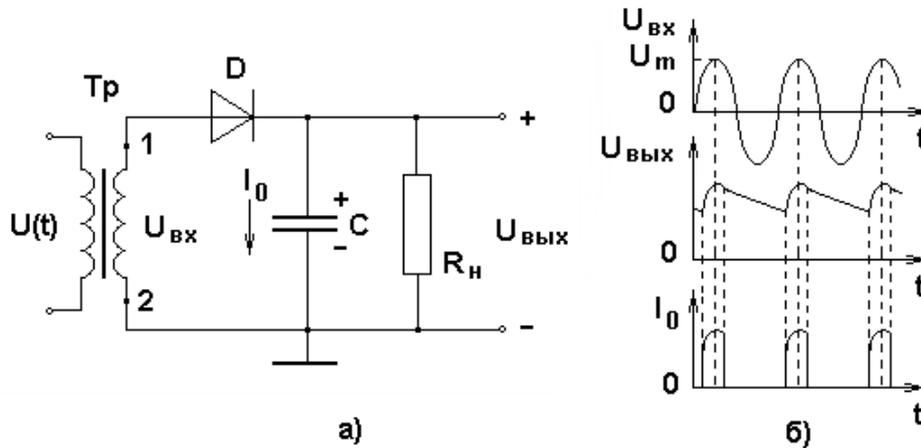
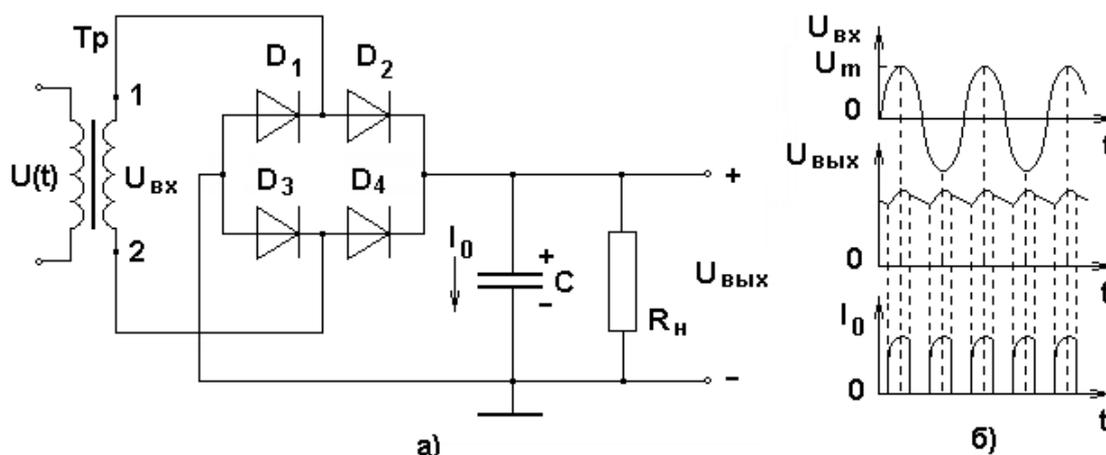
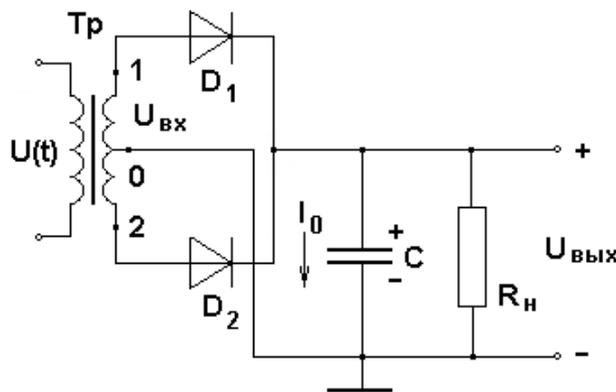

Рисунок 10.1 – Схема (а) и временные диаграммы работы (б) однофазного однополупериодного выпрямителя напряжения
Рисунок 10.3 – Схема (а) и временные диаграммы работы (б) однофазного двухполупериодного выпрямителя напряжения на основе диодного моста
Рисунок 10.4 – Схема однофазного двухполупериодного выпрямителя напряжения на основе трансформатора со средней точкой
Схема и временные диаграммы работы однополупериодного выпрямителя приведены на рис. 10.1, где Тр – трансформатор, D – полупроводниковый диод, С – фильтрующий конденсатор,  $R_H$  – сопротивление нагрузки (потребитель электрической энергии),  $U(t)$  – синусоидальное напряжение на первичной обмотке трансформатора (напряжение питающей сети),  $U_{ВХ}$  – синусоидальное напряжение на вторичной обмотке трансформатора (входное напряжение выпрямителя),  $U_{ВЫХ}$  – близкое к постоянному выходное напряжение,  $I_0$  – ток заряда конденсатора.
Пульсации тем меньше, чем больше емкость конденсатора и сопротивление нагрузки выпрямителя. Так, если в схеме на рис. 10.1, а сопротивление нагрузки или емкость конденсатора бесконечно велики, то выходное напряжение неизменно во времени ( $K_{\text{П}} = 0$ ) и равно амплитудному значению входного напряжения ( $U_{\text{ВХ}} = U_m$ ). Если в схеме на рис. 10.1, а
Схема двухполупериодного выпрямителя на основе диодного моста приведена на рис. 10.3, а. Временные диаграммы, поясняющие работу этого выпрямителя, показаны на рис. 10.3, б. Здесь диоды  $D_1 - D_4$  соединены по так называемой мостовой схеме.
На рис. 10.4 приведена схема однофазного двухполупериодного выпрямителя на основе трансформатора со средней точкой. Временные диаграммы, поясняющие работу этого выпрямителя, те же, что и на рис. 10.3, б. При положительной полуволне входного напряжения, ток  $I_0$ , заряжающий конденсатор, замыкается по контуру 1 – D1 – С – 0, а при отрицательной – по контуру 2 – D2 – С – 0. Качество выпрямления входного синусоидального напряжения этим выпрямителем такое же, как и у выпрямителя на основе диодного моста.
Отметим, что при прочих равных условиях, выпрямители, собранные по схемам на рис. 10.1, а и 10.4, обладают меньшими достижимыми значениями выходного напряжения, нежели выпрямители с мостовой схемой соединения диодов. Действительно, в схеме на рис. 10.3, а в промежутках времени, когда диоды закрыты, выходное напряжение прикладывается в обратном направлении к парам диодов, а не к одному, как в однополупериодном выпрямителе и в выпрямителе на основе трансформатора со средней точкой. Поэтому, с практической точки зрения, выпрямитель на основе диодного моста является предпочтительным, по сравнению с другими рассмотренными выпрямителями.
Временные диаграммы  $U_{ВХ}$ ,  $U_{ВЫХ}$ ,  $I_0$  расположить одну под другой, как показано на рис. 10.1, б.
10.2.7 С использованием команды Copy as Bitmap скопировать временные диаграммы выходного напряжения  $U_{ВЫХ}$  и напряжения на измерительном резисторе в отчет в виде, показанном на рис. 10.3, б. Диаграмму входного напряжения  $U_{ВХ}$  взять из п. 10.2.2 для однополупериодного выпрямителя.
10.2.11 С использованием команды `Copy as Bitmap` скопировать временные диаграммы выходного напряжения  $U_{\text{ВЫХ}}$  и напряжения на измерительном резисторе в отчет в виде, показанном на рис. 10.3, б.